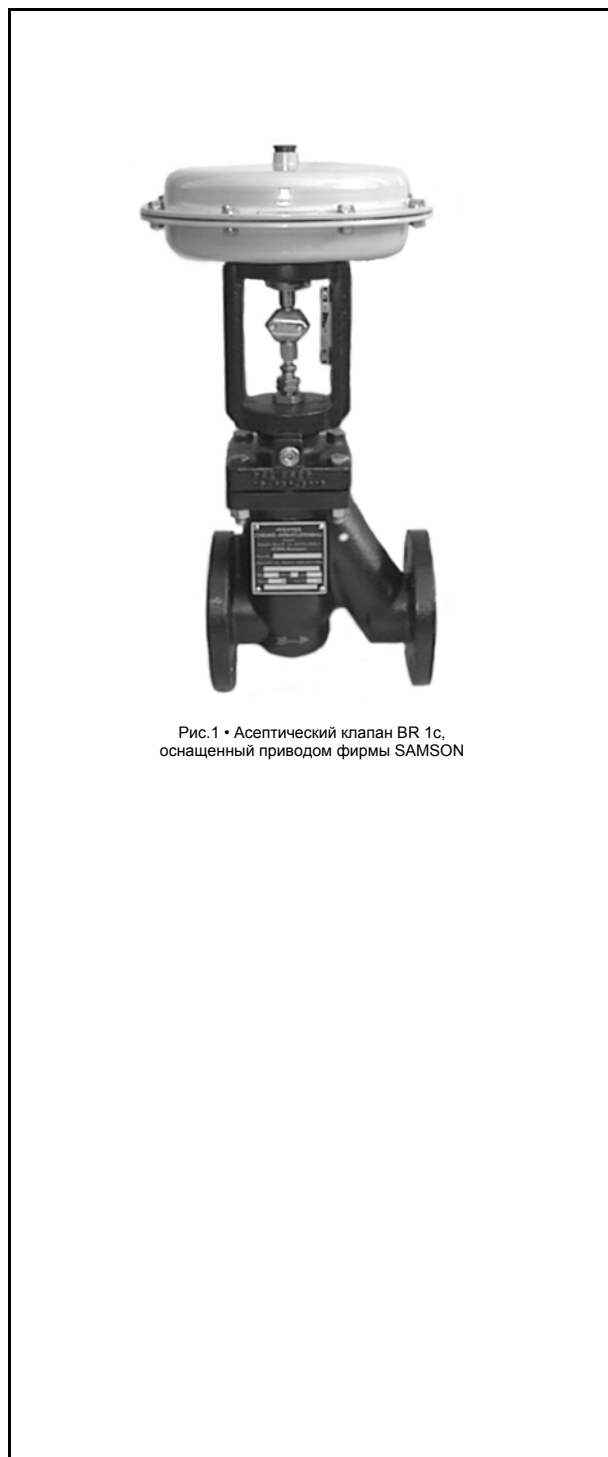

Рис. 1 • Асептический клапан BR 1c, оснащенный приводом фирмы SAMSON
- пневматическим приводом SAMSON, см. рис.1,